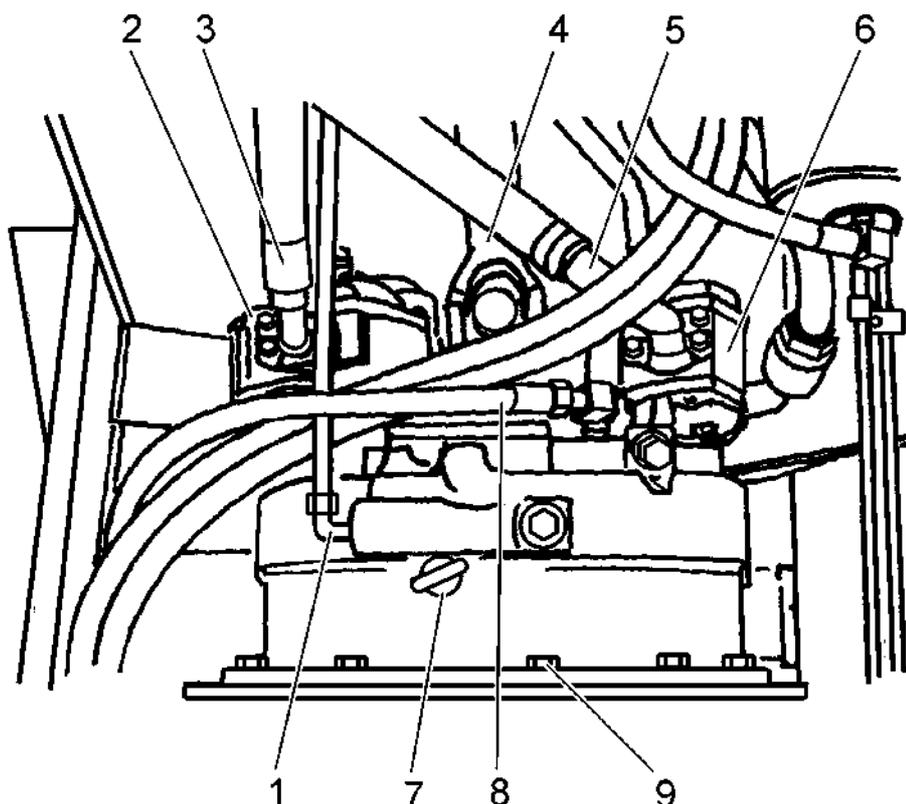

Рис. 7В.14. Места подсоединения гидротрансформатора (вид сверху)
5. Подсоединить к насосу (2, Рис. 7В.14.) рабочей гидросистемы напорный (3) и всасывающий (4, Рис. 7В.15.) маслопроводы.
6. Подсоединить к насосу (6. Рис. 7В.14.) поворота всасывающий (5) и напорный (2, Рис. 7В.15.) маслопроводы.
7. Подсоединить к насосу (6. Рис. 7В.15.) трансмиссии напорный (5) и всасывающий (8) маслопроводы.
8. Соединить карданный вал (4, Рис. 7В.14.) гидротрансформатора с фланцем входного вала коробки передач болтами с самоконтрящимися гайками. Гайки затянуть моментом 55÷65 [Нм].
12. Надеть дистанционное кольцо (22) на вал (12).
13. С помощью установочной втулки 8N54-65/85x300 посадить на вал (12) предварительно подогретую внутреннюю обойму роликового конического подшипника (21).
14. С помощью оправки 1.547.0200 вбить в оправу (7) два уплотнительных кольца (6) и уплотнение (5).
15. С помощью оправки 1.547.0139 вбить в оправу (7) наружную обойму роликового конического подшипника (9).
17. Установить уплотнительную прокладку (8), покрытую герметиком LOCTITE 515, на оправу (7), а затем прикрепить оправу вместе с уплотнительной прокладкой на герметике LOCTITE 515 к корпусу коробки передач. Крепежные гайки с пружинными шайбами подтянуть моментом $65\div 70$ [Нм].
18. С помощью круглогубцев RSKn-200 установить стопорное кольцо (20) в корпус (18).
19. Посадить наружную обойму подшипника (21) в корпус (18) с помощью оправки 1.547.0013.
20. Прикрепить корпус (18) к корпусу коробки передач. Крепежные гайки с пружинными шайбами подтянуть моментом $65\div 70$ [Нм].
21. Замерить осевой люфт (ход) вала (12) в следующем порядке. Положить на разборочно-сборочном верстаке коробку передач так, чтобы корпус (18) оказался внизу. Установить сверху микрометрический индикатор с циферблатом модели MDAa-10/1 согласно Рис. 7С.28. С помощью мягкого металлического стержня подпереть выходной вал снизу так, как это показано на Рис. 7С.29. Считать результаты замера с циферблатного индикатора и обозначить полученный результат замера буквой «А». Подобрать пакет регулировочных прокладок (19) такой толщины, чтобы он обеспечивал осевой люфт (ход) вала, равный $0.05\div 0.12$ [мм]. Открутить гайки, крепящие корпус (18).